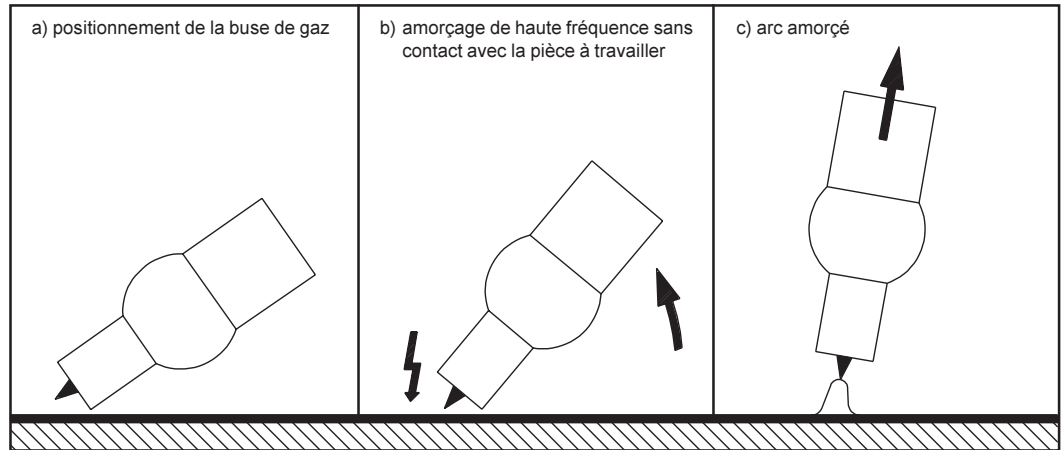

Fig. 19 Amorçage avec haute fréquence
**(25) Régulateur de courant de base  $I_2$**
**(26) Régulateur du Duty-Cycle %**
**Le régulateur du Duty-Cycle est en position "50" (fig. 19)**